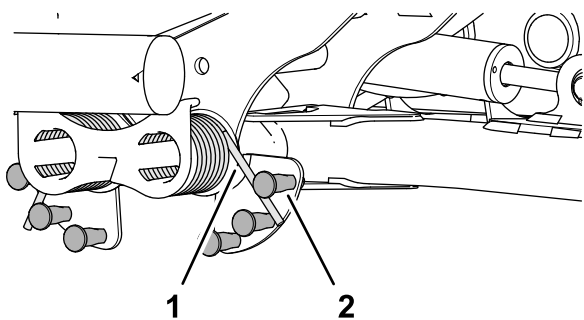

Рисунок 51
2. Вставьте длинный конец уравнивающей пружины в трубу или аналогичный предмет и поверните пружину вокруг шпильки с буртиком в нужное положение (Рисунок 51).